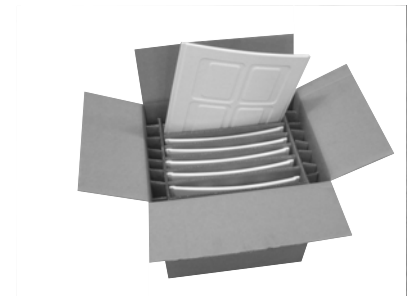

Abbildung 2 – Verpackungsbeispiel Keramikfliesen
- Eines enthält die Keramikfliesen (Abb.2). In diesem Fall handelt es sich um ein Packstück (der Karton mit den Keramikfliesen wird auf den Gerätekarton gepackt)
- die zweite enthält die Keramikverkleidung (Abb.2)